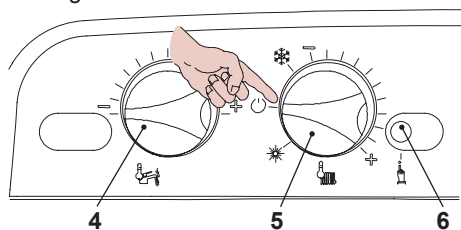

Fig. 7.17
- Per uscire dalla programmazione posizionare il selettore di funzione / manopola regolazione temperatura 5 come indicato in Fig. 7.17.